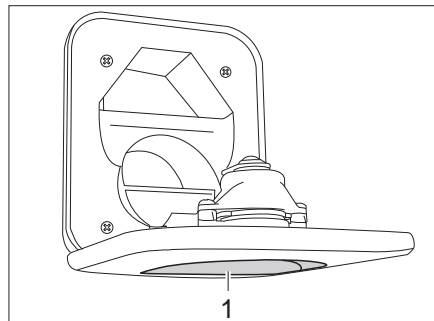

Bild 149 Frischwasser-Einfüllstutzen für Toilette
- Frischwasser-Einfüllstutzen für Toilette (Bild 149,1) oberhalb der Klappe für die Thetford-Kassette öffnen und nach unten schwenken.